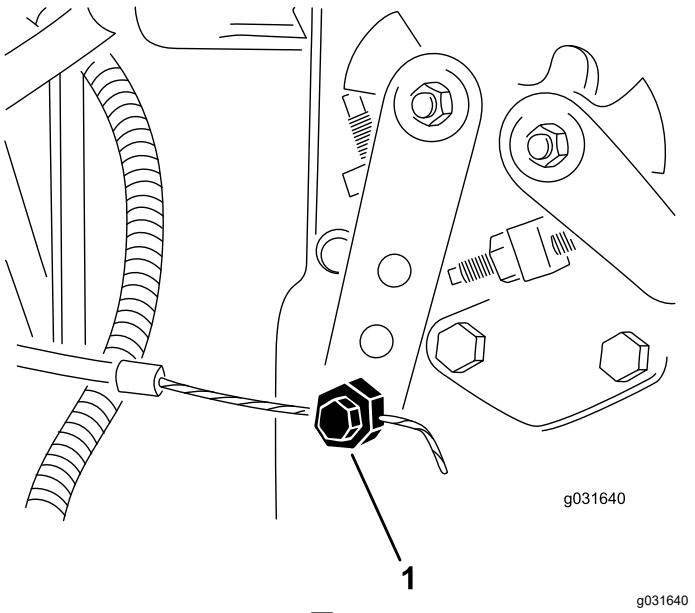

図 63
2. 噴射ポンプのレバーアーム図 63 の部分にあるスロットルケーブルのコネクタをゆるめる。